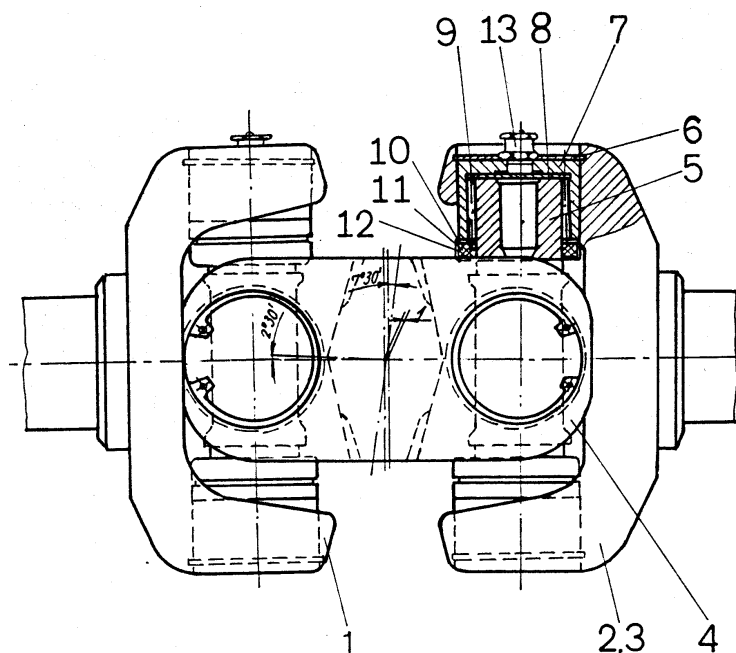

Рис.3. Сборка ведущих валов
2. Проверить исправность рабочих поверхностей ведущих полуосей, шарнир и крестовин. Ввилку внутренней ведущей вал запрессовать на глубину примерно половины гнезда собранный подшипник. Крестовину одним шипом продеть в свободное отверстие ввилкевала и противолежащий шип вложить в предварительно частично запрессованный подшипник. Подшипник затем напрессовать на полную глубину вплоть до канавки под стопорное кольцо и фиксировать стопорным кольцом 6 (рис. 3).
Внимание!: При сборке крестовин нужно у шипа со смазочным отверстием ставить подшипник кардана с установленной прессмасленкой 13 (рис. 3).